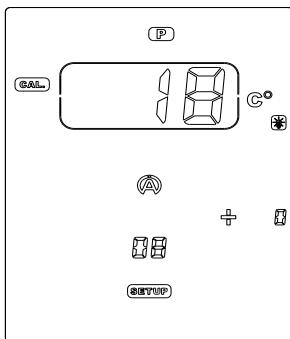

Figure 23
- 2) Pressez le bouton central **Ok** pour calibrer le capteur de pression et sortir du menu (figure 23).
- 3) Raccordez le capteur de température (figure 23)